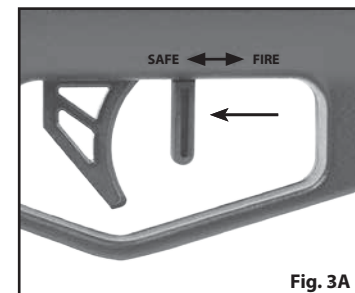

Fig. 3A
2. El seguro está en la posición SAFE (Seguro) y el rifle de aire tiene el seguro activado ("ON SAFE") cuando la palanca del seguro está en la posición trasera "Safe" (cerca del gatillo) y ya no se puede mover más hacia atrás. (Fig. 3A).